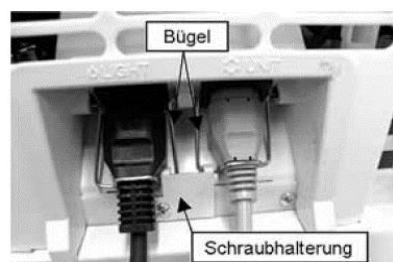

Abb.11: Anschluss mit IEC-Box
Geräte können mit einer IEC-Box in Kombination mit gesteckten Anschlussleitungen ausgestattet sein (siehe Abb. 11).
- ▶ Die Bügel der IEC-Box müssen ordentlich fixiert und durch die Schraubhalterung gesichert sein (siehe Abb.11).